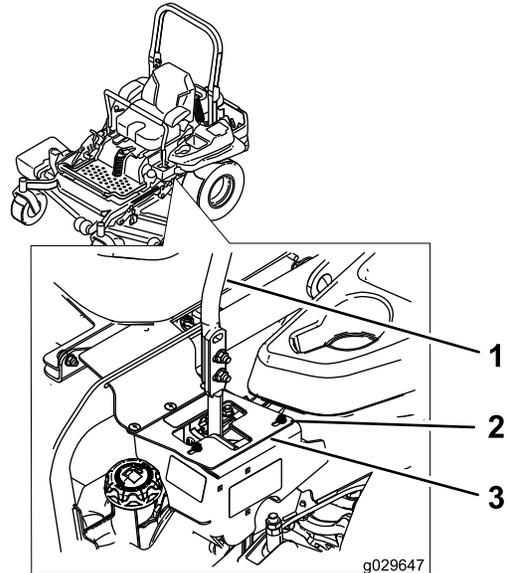

Figura 68
- Si se desvía hacia la derecha, afloje los pernos y ajuste la chapa del tope izquierdo hacia atrás en la ranura en T de la izquierda hasta que la máquina avance en línea recta (Figura 68).
- Si se desvía hacia la izquierda, afloje los pernos y ajuste la chapa del tope derecho hacia atrás en la ranura en T de la derecha hasta que la máquina avance en línea recta (Figura 68).
- Apriete la chapa del tope (Figura 68).